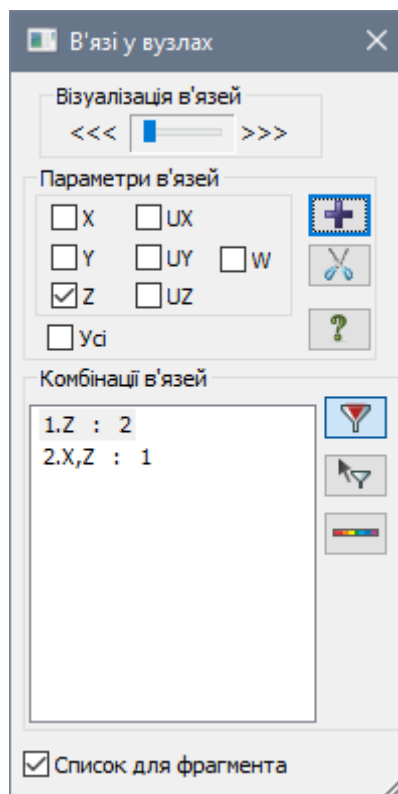

Рис. 19.9. Діалогове вікно **В'язі у вузлах**
- Натисканням по кнопці  – **В'язі** (панель **Жорсткості та в'язі** на вкладці **Створення та редагування**) викличе діалогове вікно **В'язі у вузлах** (рис. 19.9).